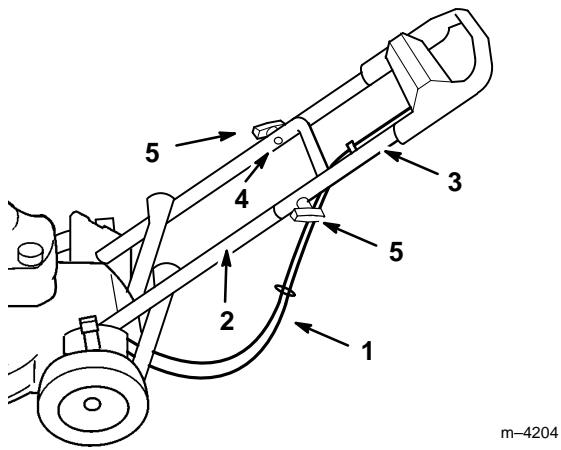

Figura 2
- Compruebe que los cables pasan por debajo/detrás del manillar inferior, tal como se indica en la Figura 2.